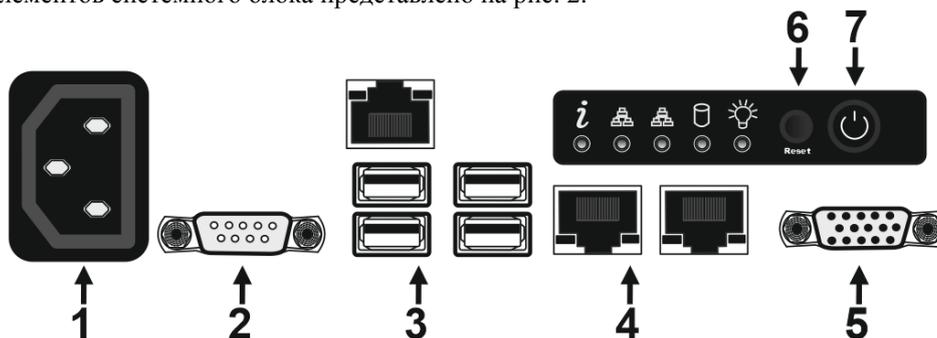

Рисунок 2. Назначение элементов системного блока
2.4 Назначение элементов системного блока представлено на рис. 2: